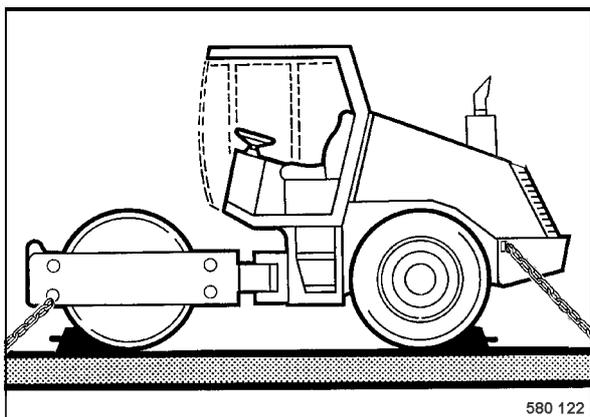

fig. 81
- Arrimer la machine sur le moyen de transport (fig. 81) par les quatre oeilletons des châssis avant et arrière.